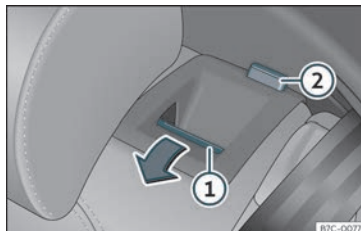

Fig. 102 Sedile posteriore: ribaltare lo schienale.
- Premere il tasto di sblocco»»» fig. 102 ① in avanti e, contemporaneamente, ribaltare lo schienale. Lo schienale posteriore è sbloccato quando si vede la tacca rossa sul tasto ②.
Lo schienale posteriore è sbloccato quando si vede la tacca rossa sul tasto»» fig. 102 ②.